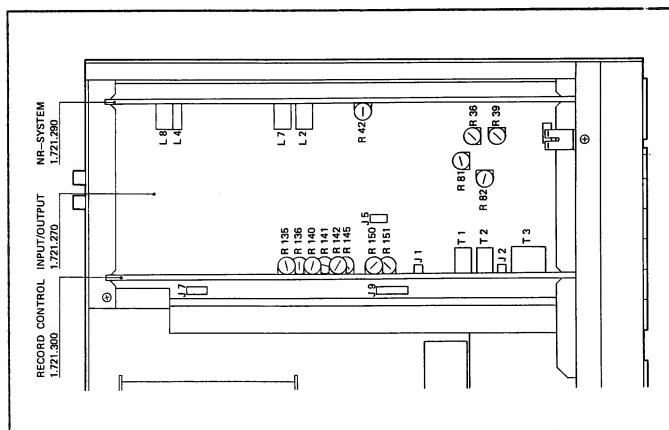

Fig. 5.1
- Induktivitäten L2 und L4, auf Platine NR-SYSTEM, auf minimale Spannung am Ausgang abgleichen. Dämpfung muss $\geq 30 \text{ dB}$ betragen (Fig. 5.1)
- mit dem Trimpotentiometer R42 (auf der Platine NR-SYSTEM) Ausgangspegel des rechten Kanals auf den Wert des linken Kanals einstellen (Fig. 5.1)
- Anzeige mit Trimpotentiometer R26 (auf der Platine SYSTEM CONTROL) auf 0 dB einstellen (Fig. 5.1)